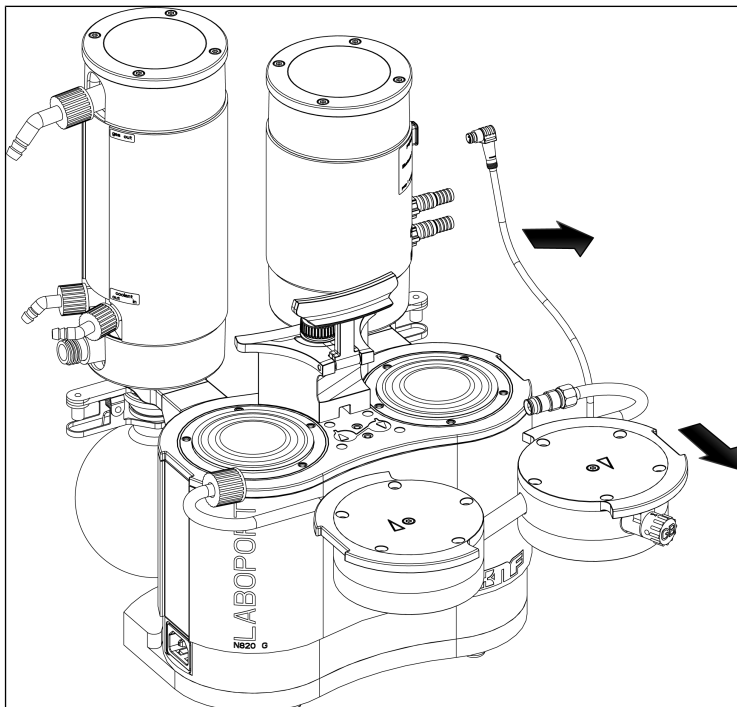

Fig.27: Retirada de los cabezales
3. Retirar los cabezales de la bomba con cuidado hacia el lado (ver Fig. 27).